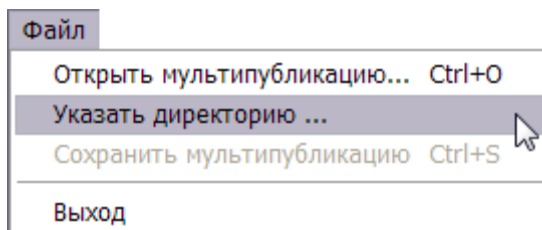

Рис. 205
4. В меню **Файл** выберите команду **Указать директорию ...** (Рис. 205).